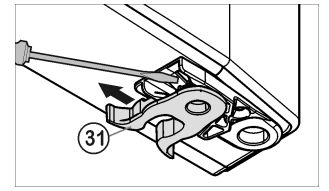

Fig. 6
- ▶ 更换弹簧线夹 Fig. 6 (31): 向下按定位横档, 拔出横档上的弹簧线夹。